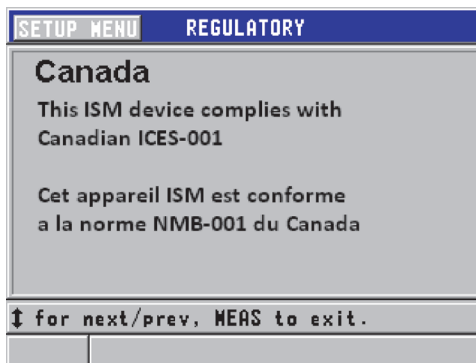

图 i-3 合规屏幕
2. 在**特殊菜单**中（参见第 45 页的图 4-2），选择**合规**，显示**合规**屏幕（参见第 13 页的图 i-3）。